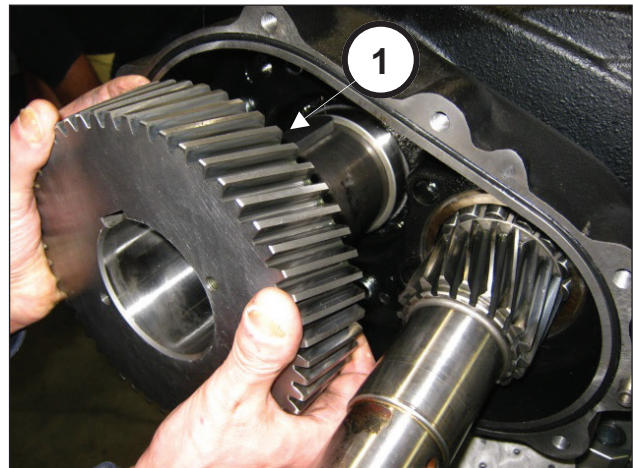
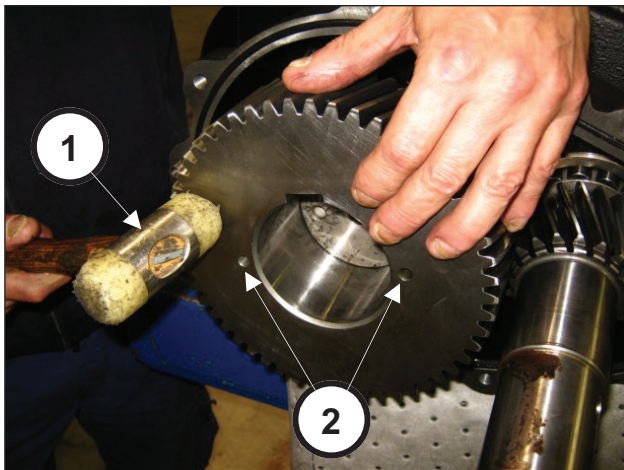

Abb. 66
Abb. 67
Setzen Sie den Zahnkranz auf der Welle (Pos. ①, Abb. 66) mithilfe eines Schlagwerks bis auf Anschlag ein (Pos. ①, Abb. 67).
Stellen Sie beim Einbau des Zahnkranzes sicher, dass die beiden Bohrungen M8 (zum Abziehen verwendet) zur Außenseite der Pumpe gerichtet sind (Pos. ②, Abb. 67).